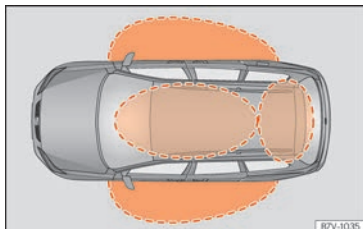
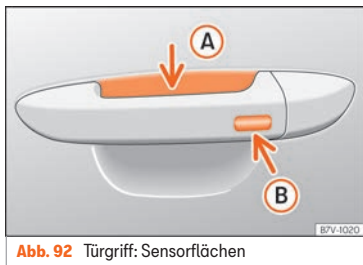

Abb. 91 Keyless Access: Näherungsbereiche.
Abb. 92 Türgriff: Sensorflächen
» Abb. 92
Keyless Access ist ein schlüsselloses Start- und Schließsystem, mit dem das Fahrzeug ohne aktive Fahrzeugschlüsselbenutzung ent- bzw. verriegelt werden kann. Dazu müssen sich lediglich ein gültiger Fahrzeugschlüssel im Erkennungsbereich für den Zugang zum Fahrzeug befinden » Abb. 91 und eine der Sensoren an den Türgriffen berührt werden » Abb. 92 » **!**
Wenn sich ein gültiger Fahrzeugschlüssel in einem Näherungsbereich » Abb. 91 befindet,
- Umfassen Sie den Türgriff. Dabei wird die Sensorfläche »» **Abb. 92 (A)** (Pfeil) im Türgriff berührt und das Fahrzeug entriegelt sich.
- Berühren Sie *einmal* die Sensorfläche »» **Abb. 92 (B)** (Pfeil) am Türgriff. Die Tür, an welcher der Griff betätigt wird, muss geschlossen sein.
- Berühren Sie *einmal* die Sensorfläche »» **Abb. 92 (B)** (Pfeil) am Türgriff. Das Fahrzeug ist mit der „Safe“ »» **Seite 114**-Sicherheitssystem verriegelt. Die Tür, an welcher der Griff betätigt wird, muss geschlossen sein.
- Berühren Sie *zweimal* die Sensorfläche »» **Abb. 92 (B)** (Pfeil) am Türgriff, um das Fahrzeug ohne das Sicherheitssystem „Safe“ zu verriegeln »» **Seite 114**.
Wenn sich ein gültiger Fahrzeugschlüssel in der Nähe »» **Abb. 91** der Heckklappe befindet, entriegelt die Heckklappe beim Öffnen des verriegelten Fahrzeugs automatisch.
- Berühren Sie die Schließaste  auf dem Funkschlüssel und berühren Sie einmal innerhalb von 5 Sekunden die Verriegelungssensorfläche am Fahrertürgriff »» **Abb. 92 (B)**. Greifen Sie nicht am Türgriff, da sich das Fahrzeug sonst nicht verriegelt. Die Deaktivierung
Um mit der **Komfortfunktion** alle elektrischen Seitenfenster und das Panorama-Schiebedach zu schließen, legen Sie einige Sekunden einen Finger auf die Verriegelungssensorfläche »» **Abb. 92** (Pfeil) am Türgriff, bis die Seitenfenster und das Dach geschlossen sind.
Schlüssel in der Nähe befindet. Ist mindestens eines der elektrisch betriebenen Seitenfenster geöffnet und wird die Sensorfläche »» **Abb. 92** (Pfeil) an einem der Türgriffe permanent aktiviert, schließen sich alle Fenster.